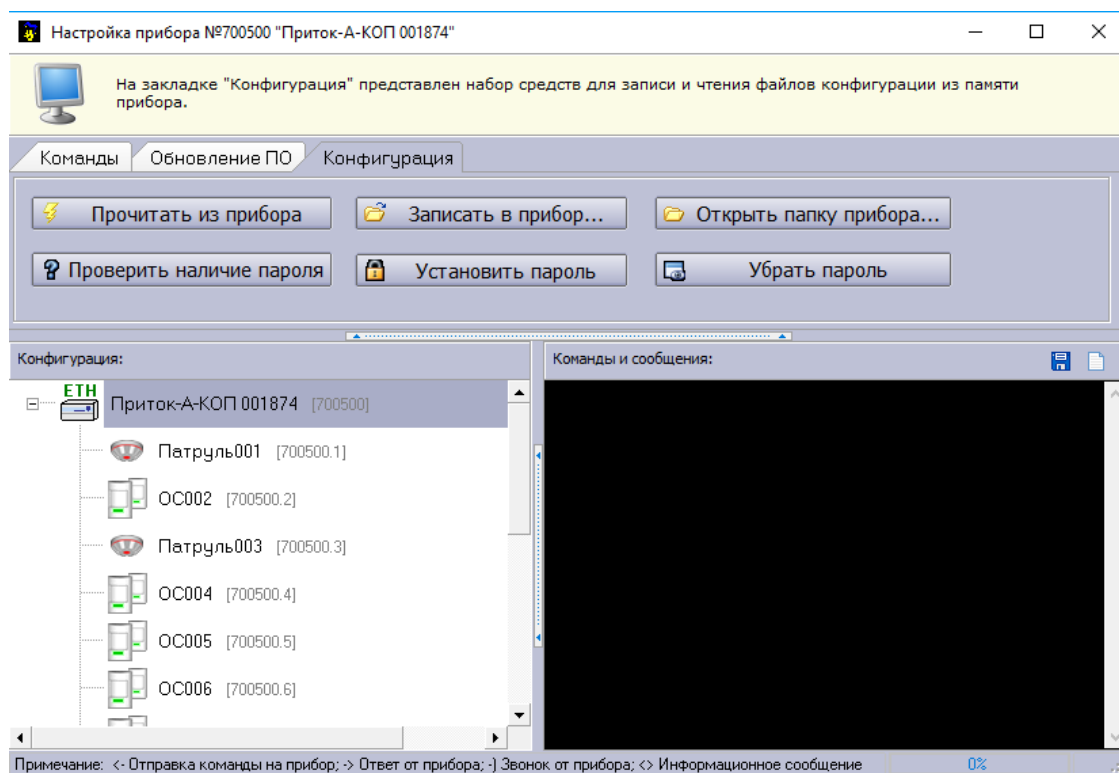

Рисунок 2.28 - Изменение конфигурации прибора по каналу связи
1. Считать текущую конфигурацию прибора во вкладке «Конфигурация» (см. рисунок 2.28):
3. Записать изменённый файл с конфигурацией в прибор во вкладке «Конфигурация» окна «Настройки прибора» (см. рисунок 2.28):
На АРМ ПЦН доступны следующие функции для работы с паролем на конфигурацию прибора (см. рисунок 2.28):